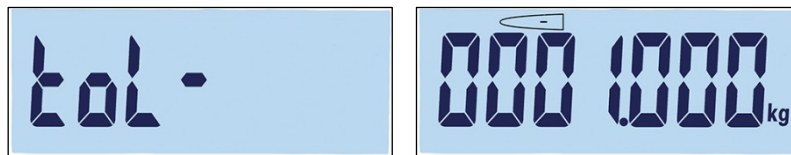

Abbildung 3-48: Bildschirme „tol-“ und Einstellung der negativen Toleranz
5. Als Nächstes erscheint der Bildschirm mit der negativen Toleranz (**Tol-**), danach der Bildschirm zur Bearbeitung der negativen Toleranz (Abbildung 3-48).